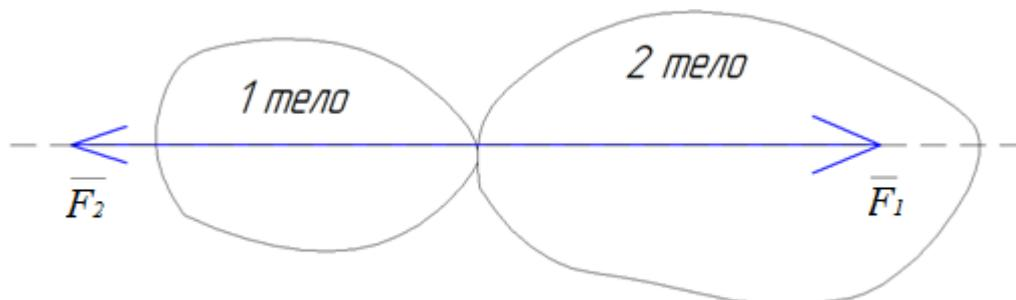

Рисунок 2.4
**Аксиома 4 (Действия и противодействия).** Два тела действуют друг на друга с силами, равными по величине и направленными по одной прямой в противоположные стороны (рис. 2.4). Такая система сил не является уравновешенной, так как силы приложены к разным телам.